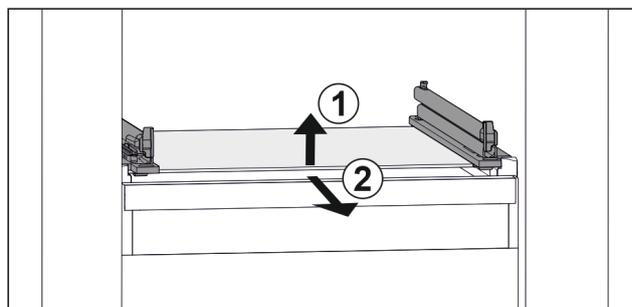

Fig. 102 Rappresentazione esemplificativa del ripiano in vetro
- ▶ Sollevare il ripiano in vetro dal davanti. Fig. 102 (1)
- ▶ Rimuovere il ripiano in vetro tirando in avanti. Fig. 102 (2)